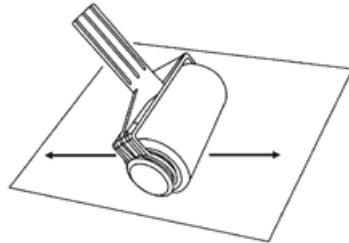

Fig. 2
- 5.Ora è necessario "caricare" il rullo di verniciatura. A tal fine, farlo rotolare su un vecchio giornale per 2-3 minuti, finché la vernice non è visibile su tutto il rullo (Fig. 2).